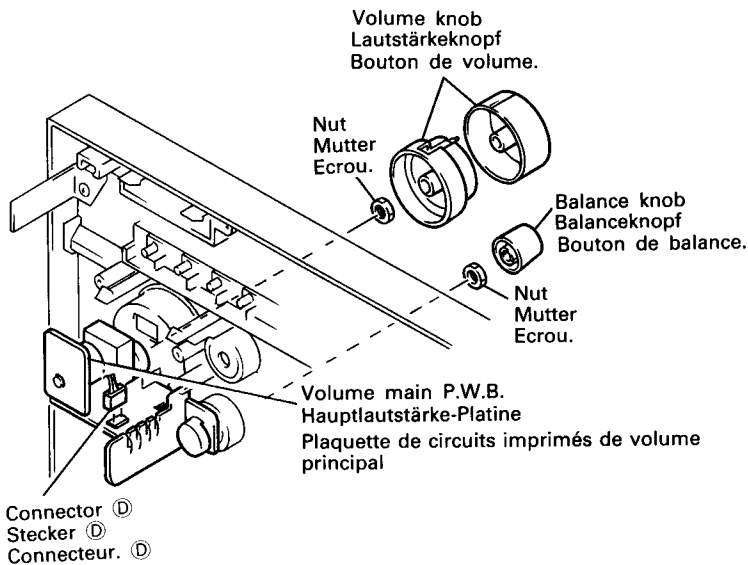

Fig. 13 Abb. 13
**14. Potentiometer-Platine (Abb. 13)**
**14. Plaquette de circuits imprimés de volume (Fig. 13)**